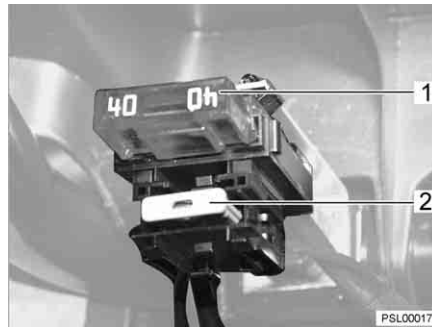

Fig. 34 Fusibles de la batterie de cellule
- Type de fusible (Fig. 34,1) : fusible plat Jumbo 40 A/orange
- Type de fusible (Fig. 34,2) : fusible plat 2 A/gris pour le capteur de batterie chargeur